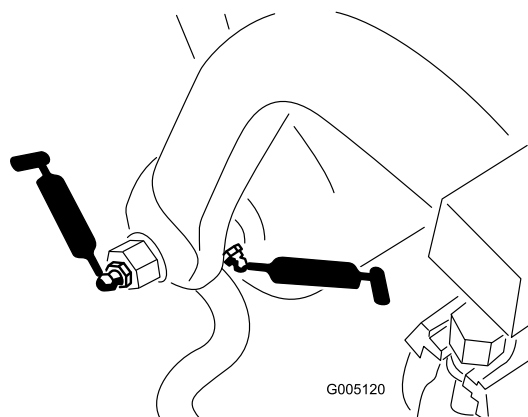

Figura 39
- Eixo e cilindro da estrutura de apoio (12) (Figura 39)